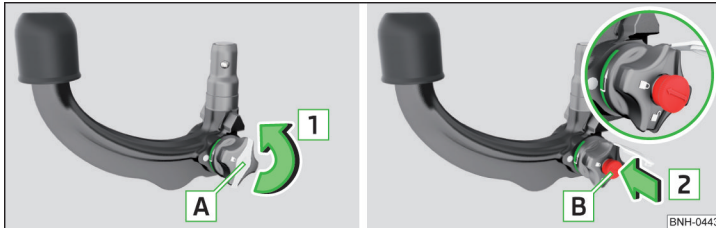

Abb. 136 Kappe vom Schloss abnehmen / Schlüssel in das Schloss stecken
- Die Kappe **A** vom Schloss in Pfeilrichtung **1** » Abb. 136 abnehmen.